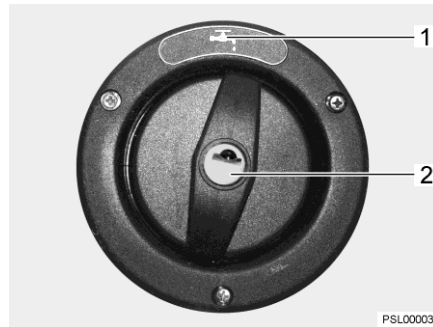

Bild 85 Lock för påfyllningsöppningen för dricksvatten
- ▷ Påfyllningsöppningen för dricksvatten är märkt med symbolen "🔑" (Bild 85,1).
- ▷ Hur man öppnar och stänger locket för påfyllning (Bild 85,2) beskrivs i avsnitt 11.2.